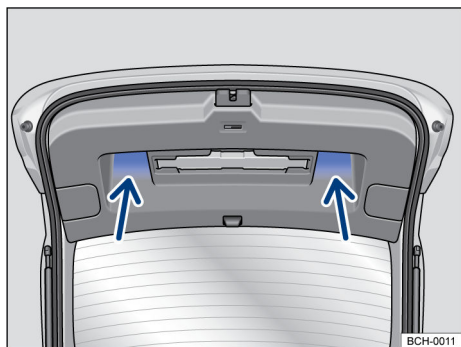

Fig. 59 Tapa trasera abierta: cavidades (flechas) para tirar y cerrar.
- Tirar del portón trasero por el rebaje en el revestimiento interior → fig. 59 con fuerza hacia abajo, de modo que encaje en la cerradura → ⚠️.